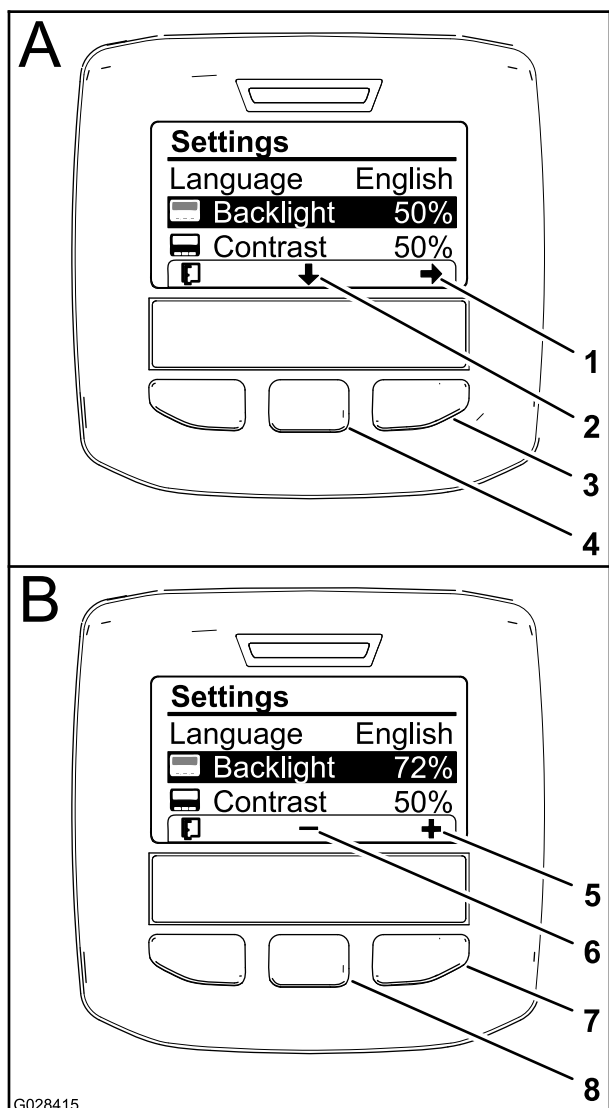

Figura 54
rivolta verso il basso nel display) per spostare l'opzione selezionata verso le impostazioni della Retroilluminazione (Figura 54).
3. Premete il pulsante di selezione destro per visualizzare il contesto della regolazione del valore (Figura 54).
4. Usate il pulsante di selezione centrale e il pulsante di selezione destro per modificare il livello di luminosità del display (Figura 54).
5. Premete il pulsante di selezione sinistro (il pulsante sotto l'icona dell'elenco nel display) per salvare la vostra selezione, uscire dal menu della Retroilluminazione e tornare al menu delle Impostazioni (Figura 54).
6. Per regolare il livello del contrasto del display, premete il pulsante di selezione centrale (il pulsante sotto l'icona a forma di freccia rivolta verso il basso nel display) per spostare l'opzione selezionata verso le impostazioni del Contrasto (Figura 54).
7. Premete il pulsante di selezione destro per visualizzare il contesto della regolazione del valore (Figura 54).
8. Premete il pulsante di selezione sinistro (il pulsante sotto l'icona dell'elenco nel display) per salvare la vostra selezione, uscire dal menu del Contrasto e tornare al menu delle Impostazioni (Figura 54).
9. Premete il pulsante di selezione sinistro per uscire dal menu Impostazioni e tornare al menu Principale (Figura 52 e Figura 54).
10. Premete il pulsante di selezione sinistro per tornare alla schermata iniziale (Figura 54).